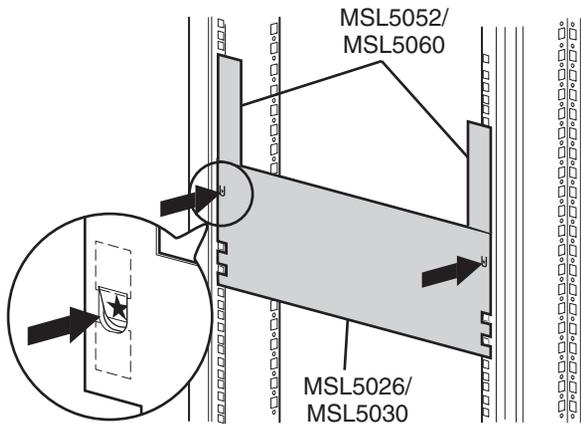

Figura 2–3: Plantilla de una biblioteca (se muestra un receptáculo de bastidor 9000)
2. Extraiga la plantilla y, a continuación, fije los rieles con las abrazaderas suministradas (consulte la Figura 2–4). Los soportes frontales de los rieles están montados de manera que los tornillos puedan colocarse directamente. Los soportes posteriores no están enroscados y necesitan tuercas de pinza o de alojamiento en los rieles verticales posteriores del receptáculo del bastidor.